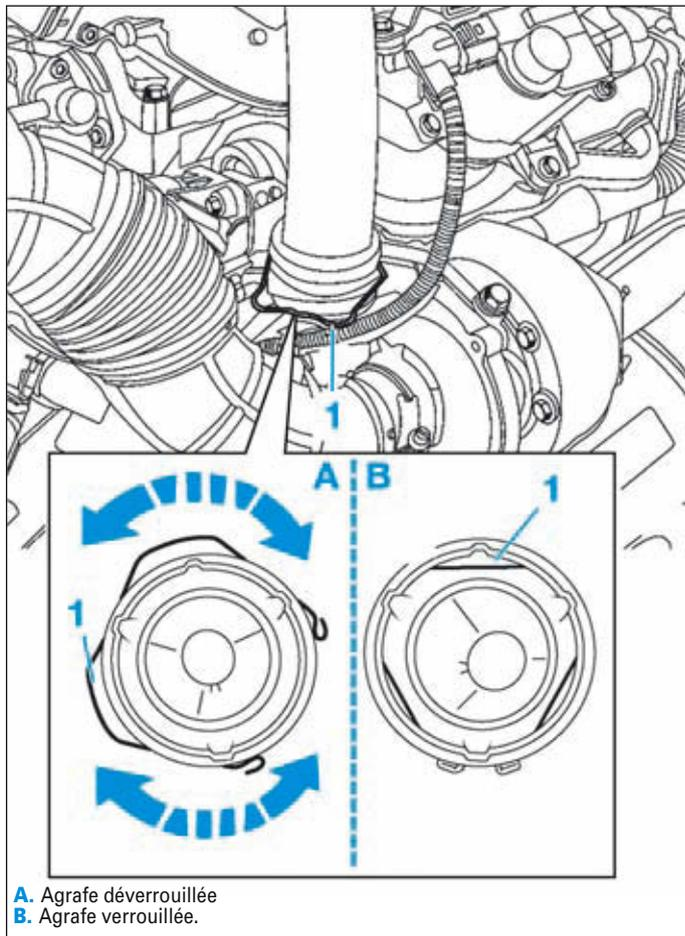

FIG.70
- Pivoter l'agrafe (1) du tuyau d'alimentation en air (Fig.70).